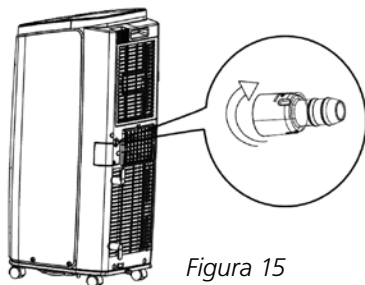

Figura 15
- 2 Collegare il manicotto del tubo H in dotazione (vedere la figura 1) a questo scarico (vedere la figura 15).